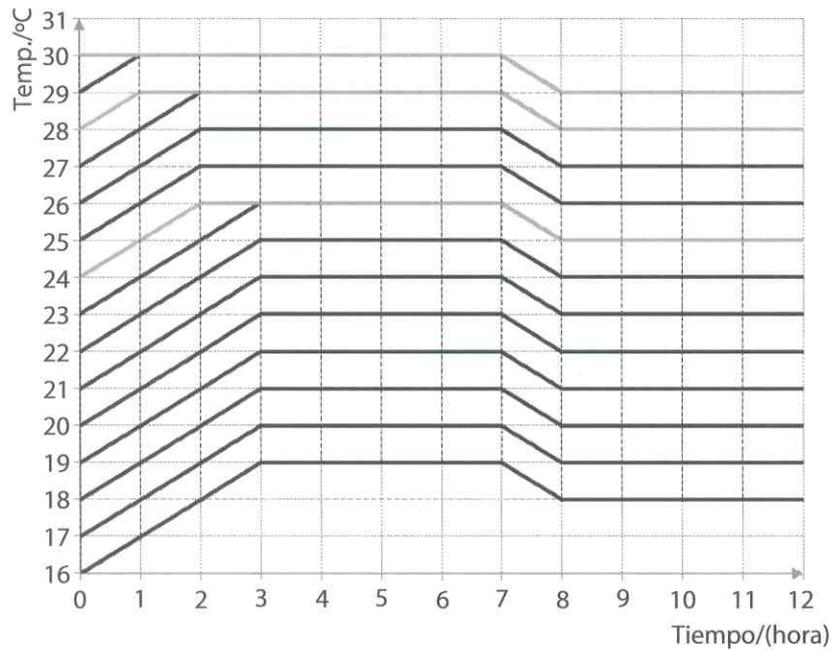

Fig.14 Curva Sleep bajo modo frío
- ① .La función "Sleep", por defecto, está apagada después de una caída de tensión.
- ② .La función "Sleep" no está disponible bajo el modo ventilador.
- ③ . Cuando se activa la función "Quiet", siempre permanece encendida tanto si la función "Sleep" está activada o desactivada.
- ④ . Bajo el modo Frío, si está activada la función "Sleep" el rango de ajustes de la temperatura pueden ser 16~23°C, 24~27°C, 28~29°C or 30°C. Cada uno de ellos tiene una curva diferente como se muestra en la Fig.14.